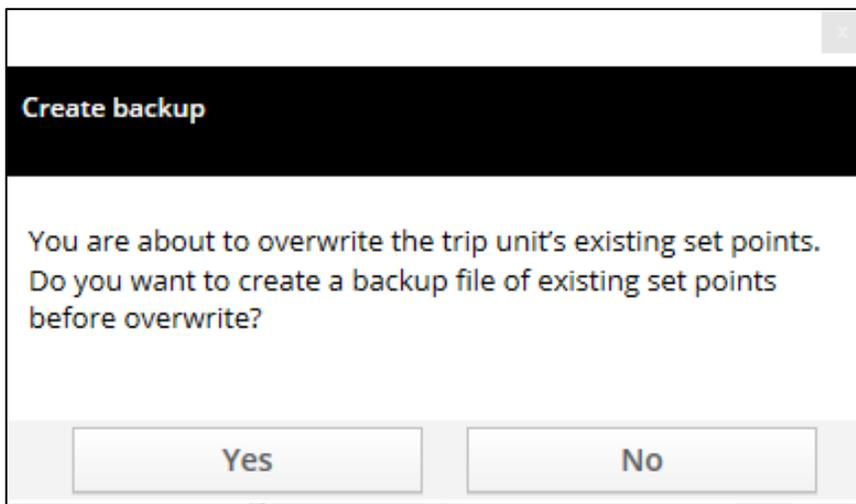

图 5: 创建备用配置文件屏幕
**导出到脱扣单元**可将现有设定配置文件(.pxset)中的设定导出至 PXR 脱扣单元中，包括用新的数值覆盖脱扣单元现有的设定。为防止用户意外覆盖现有的设定值，会显示一个类似图 5 所示的对话框，提示用户在覆盖设定值之前为脱扣单元创建现有设定值的备份文件。
在图 5 中选择“是”以允许用户将脱扣单元的现有设定值保存在备份文件中。选择“否”将跳过备份文件并继续下一步操作。